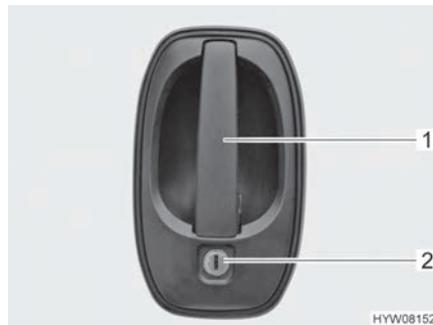

Fig. 22 Cerradura de la puerta (puerta del conductor / puerta de entrada en el exterior)
- Introducir la llave en el cilindro de cierre (Fig. 22,2) y girarla hasta que esté desbloqueada la cerradura de la puerta.
- Tirar del tirador de la puerta (Fig. 22,1). La puerta está abierta.
- Introducir la llave en el cilindro de cierre (Fig. 22,2) y girarla hasta que esté bloqueada la cerradura de la puerta.